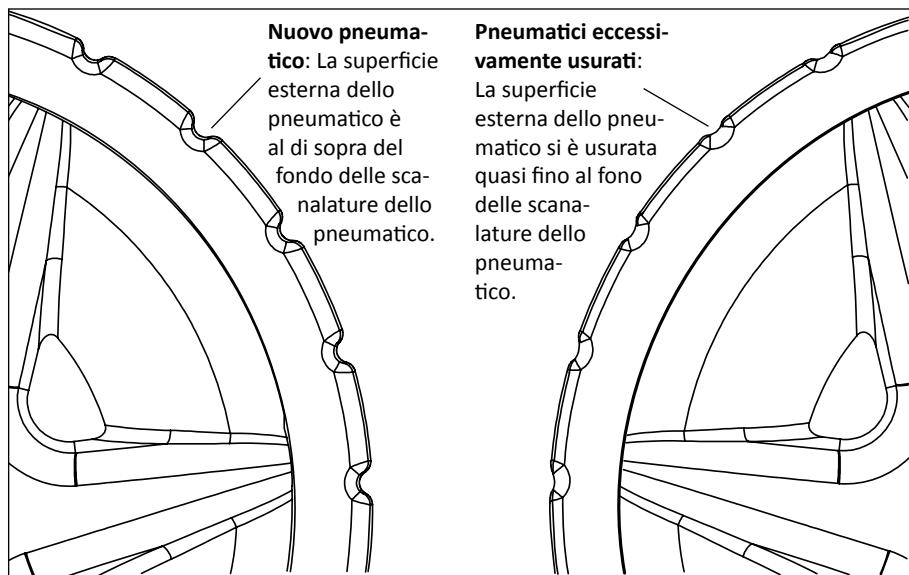

Figura 14: Confronto usura pneumatici
- Gli pneumatici non siano eccessivamente usurati. Vedi **figura 14** alla pagina successiva.
Dopo un utilizzo prolungato potrebbe essere necessario sostituire le ruote in gomma dei pulitori per piscine lato aspirazione 'LIL REBEL®'. Quando la superficie degli pneumatici si è usurata nelle scanalature dello pneumatico, è necessaria una sostituzione. Vedere figura 14.